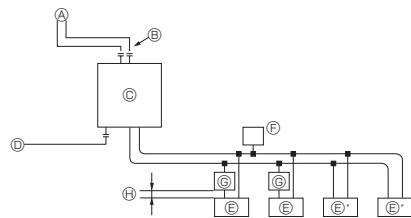

Fig. 4-7
10. Обратитесь к [Fig. 4-7] при подсоединении источника воды.